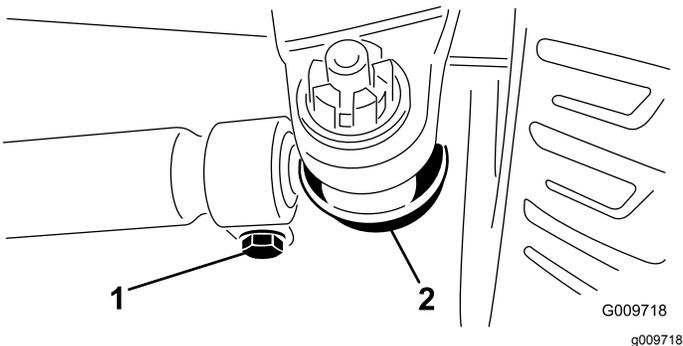

Figura 77
2. Para ajustar, remova o contrapino e a porca de cada uma das rótulas da barra de ligação (Figura 77) e retire a rótula da barra de ligação da caixa de suporte do eixo.
3. Desaperte as abraçadeiras que estão em ambas as extremidades das barras de ligação (Figura 77).
4. Rode a rótula desligada para dentro ou para fora uma (1) volta completa e aperte o grampo na extremidade solta da barra de ligação.